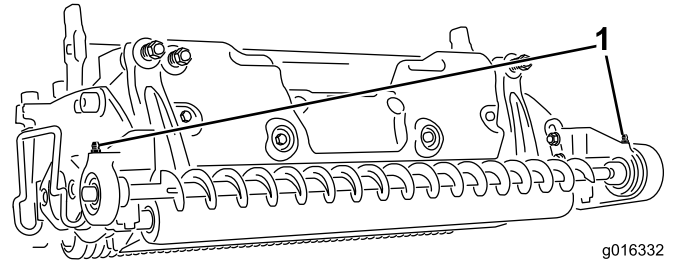

Figure 13
16. Graissez les graisseurs du logement de palier avec de la graisse n° 2 au lithium ; voir Figure 13.